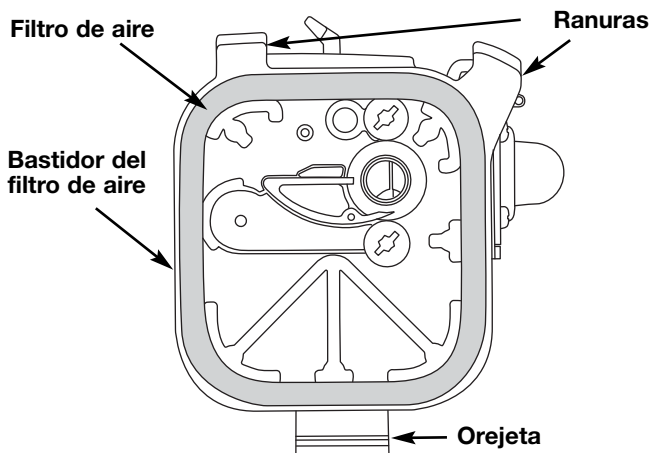

Fig. 25
2. Retire el filtro de aire (Fig. 25).
6. Vuelva a colocar el filtro (Fig. 25).
7. Vuelva a instalar la cubierta del filtro de aire. Coloque los ganchos del lado derecha de la cubierta del filtro de aire en las ranuras del lado derecha de la placa posterior (Figs. 25 y 29).